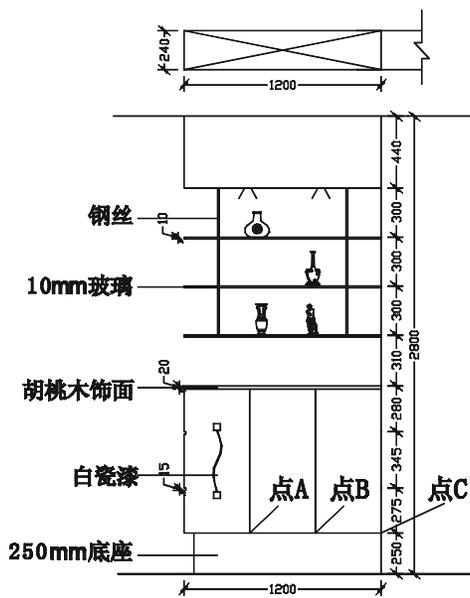
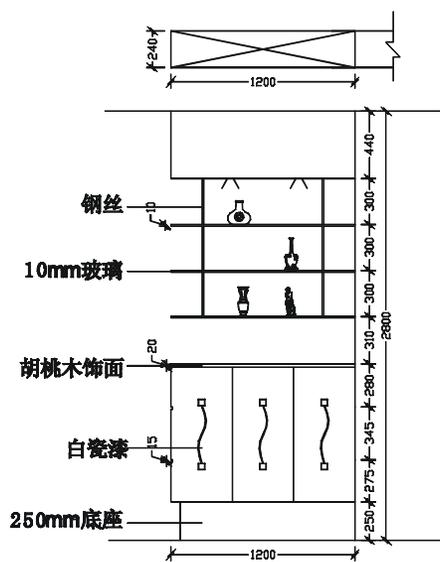

图 8-1-103
图 8-1-104
**STEP 15** 使用绘制样条曲线 SPLINE (SPL) 命令并结合偏移命令，绘制出如图 8-1-103 所示的曲线。
**STEP 16** 使用复制命令 COPY 将如图 8-1-103 所示中的曲线和两个小正方形进行多重复制，如图 8-1-104 所示，其具体操作步骤如下：
选择对象：指定对角点：找到 4 个 // 框选如图 8-1-103 所示中的曲线和两个小正方形
// 按 F3 键打开捕捉功能，分别单击如图 8-1-103 所示的点 A、点 B、点 C